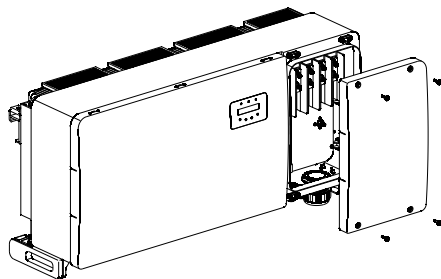

图3.22 拆下接线盒盖
4. 拆下逆变器接线盒上的4个螺丝，然后拆下接线盒盖（图3.22）。